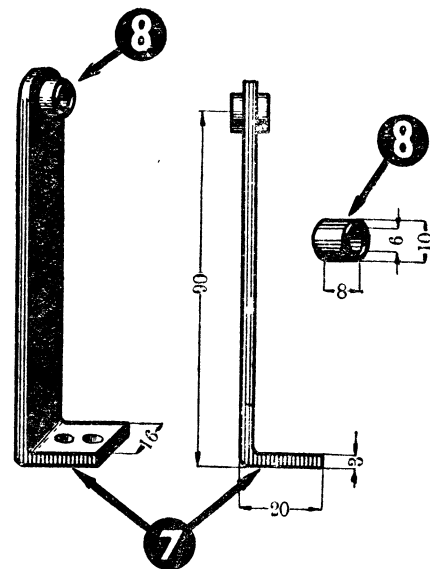

Рис. 4.
4 (7)] делаются из 3-миллиметрового железа. Ось вращается в втулках [рис. 4 (8)]. Втулки делаются из бронзы или латуни и впаиваются в подшипники.